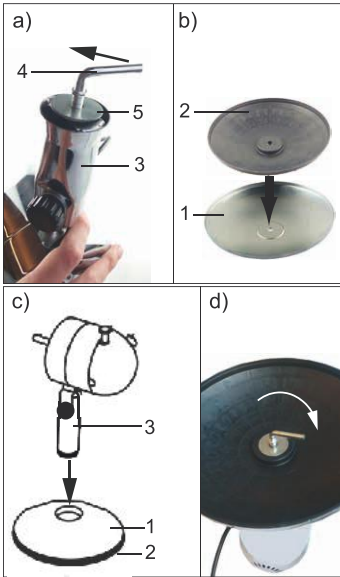

Fig.81: Montering av basen
1. Lossa fästskruven (4) från sockeln.
2. Skruva loss skruven motsols, se bild 81 a).
3. Avlägsna underläggsskivan (5) från sockeln (3).
4. Lägg insatsen i basen (1) så som visas i bild 81 b).
5. Placera sockeln på basen, se bild 81 c). *Sockeln ska glida in i skåran.*
9. Skruva fast fästskruvarna medsols, se bild 81 d).
11. Skruva ur de fyra stjärnskruvarna (6) ur motorblocket genom att skruva dem motsols.
12. Fäst det bakre skyddsgallret (6) med greppet vänt uppåt på motoraxeln (14). *Öglorna på skyddsgallret (12) måste ligga över borrhålen på motorblocket (13).*
13. För in de fyra stjärnskruvarna genom öglorna i skyddsgallret och borrhålen (13) i motorblocket.